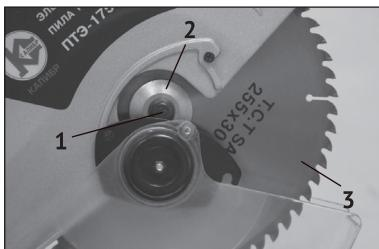

рис.4
чтобы иметь свободный доступ к шпинделю (рис.4 поз.1). Заблокируйте вращение шпинделя нажатием кнопки фиксации, расположенной на корпусе режущего блока, между рукояткой (рис.1 поз.3) и неподвижным кожухом (рис.1 поз.4);
- с помощью специального ключа открутите фиксирующий болт диска, снимите внешний зажимной фланец (рис.4 поз.2) и пильный диск (рис.4 поз.3) вместе с опорным фланцем со шпинделем;